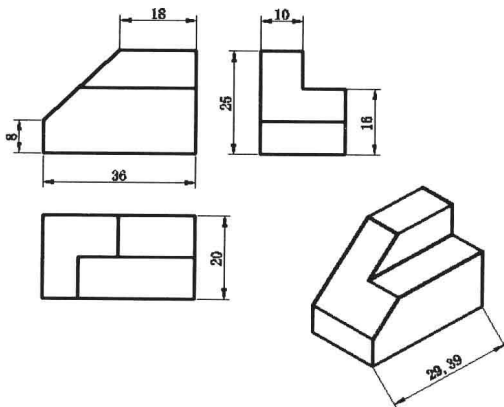

图 7-4-10
(6) 单击“注释”选项卡，在“标注”面板中单击“对齐”按钮 ，捕捉并单击轴测图底边的两点，标注底边距离，如图 7-4-10 所示。